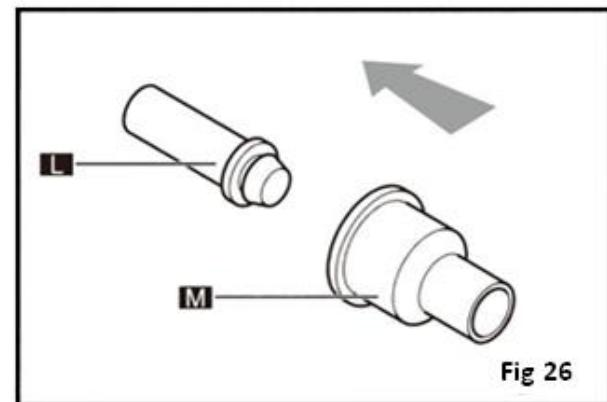

Fig 26
- Desmonte el pasador (L) y la junta (M) tirando de ambas piezas (Fig. 26)